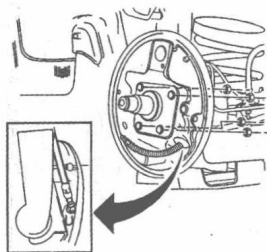
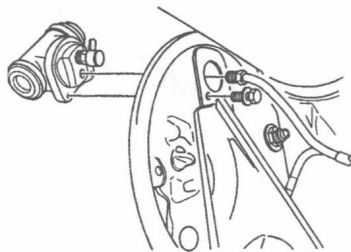

图 1-21 拆卸制动蹄部件
图 1-22 拆卸轮毂总成
(1) 举升并妥善支撑车辆。
(2) 拆卸制动蹄部件, 如图 1-21 所示, 包括完全拆卸驻车制动器和夹持器。
(3) 拆卸轮毂总成至底板的固定螺母。
(4) 拆卸制动管路并塞住管路开口, 以免制动液流失或污染。
(5) 拆卸车轮制动分泵总成。
(6) 拆卸轮毂总成, 如图 1-22 所示。
(7) 如果是防抱死制动系统 (ABS) 制动器, 则断开连接车轮速度传感器的电缆。
(8) 分离底板和衬垫。